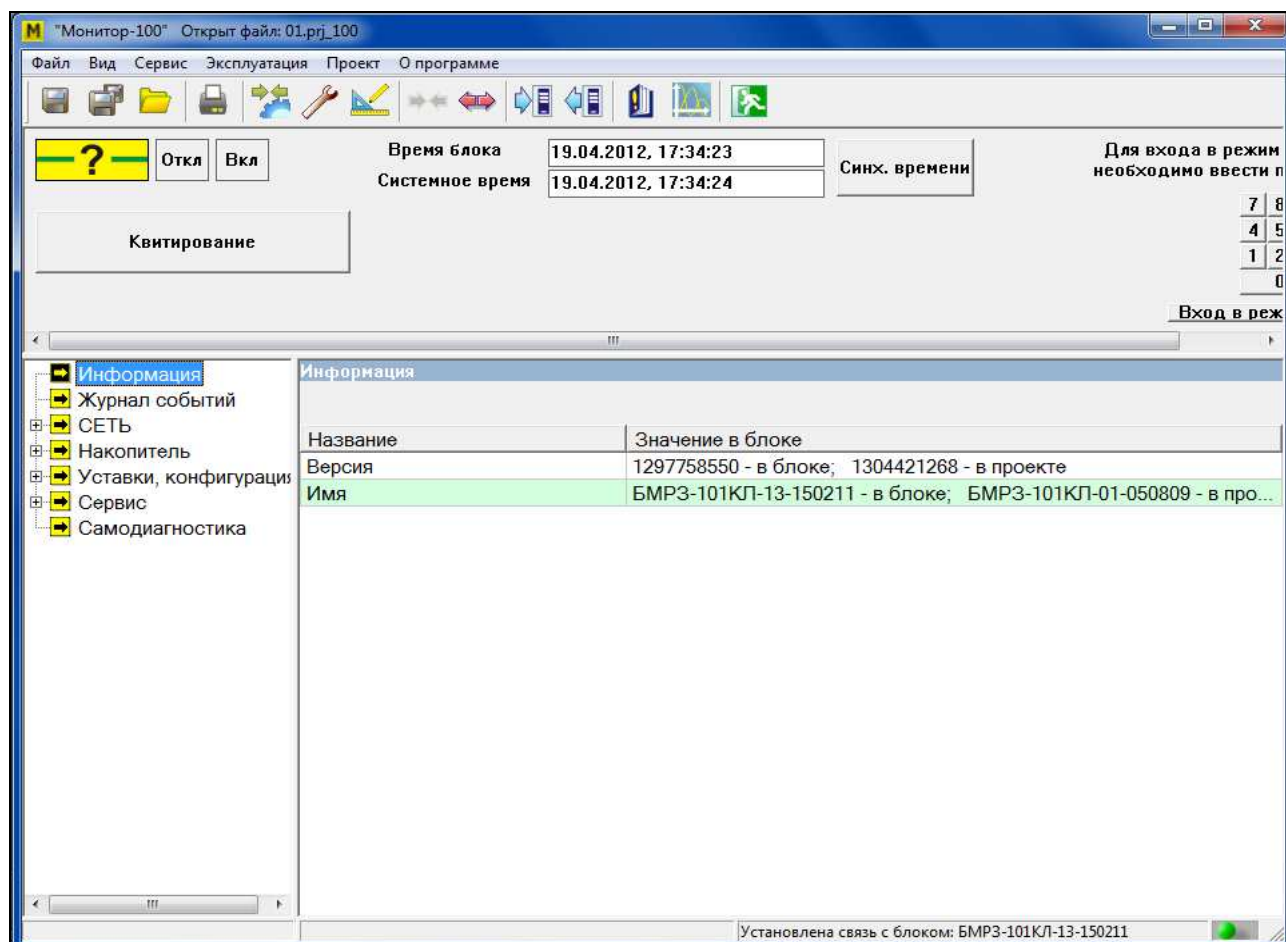

Рисунок 36
3.1.5.4 Графы таблицы параметров содержат характеристики параметров вкладки. Например, параметры вкладки «Информация» являются простыми и имеют две характеристики: «Название» и «Значение в блоке» (рисунок 36).
3.2.2.1 Простые параметры не используют никаких элементов управления и имеют две характеристики: «Название» и «Значение в блоке». Например, элемент «Информация» содержит вкладки с простым параметром (см. рисунок 36).